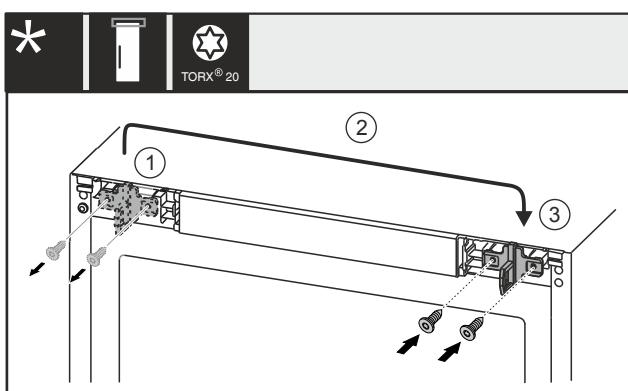

Fig. 25 Con candado eléctrico\*
- Desatornille los tornillos Fig. 25 (1) con un destornillador.\*
- Mueva el gancho de cierre Fig. 25 (2) hacia el lado opuesto.\*
- Coloque y apriete los tornillos Fig. 25 (3) con un destornillador.\*